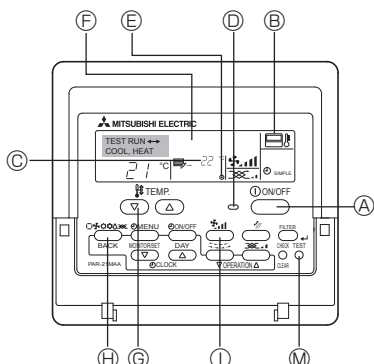

Fig. 7-1
7.2.1. Med ledningsdragen fjärrkontroll (Fig. 7-1)
- ① Sätt på strömmen åtminstone 12 timmar före testkörning.
- ② Tryck på knappen [TEST] två gånger. ⇒ "TEST RUN" teckenfönster
- ③ Tryck på knappen [Mode selection] (Driftväljare). ⇒ Se till att luft blåses ut.
- ④ Tryck på knappen [Mode selection] (Driftväljare) och växla till kylningsläge (eller uppvärmningsläge). ⇒ Kontrollera att kall (eller varm) luft blåses ut.
- ⑤ Tryck på knappen [Fan speed] (Justering av fläkthastighet). ⇒ Se till att luftastigheten ändras.
- ⑥ Kontrollera att utomhusenhetens fläkt fungerar.
- ⑦ Återställ testkörningen genom att trycka på knappen [ON/OFF]. ⇒ Stopp
- ⑧ Registrera ett telefonnummer.